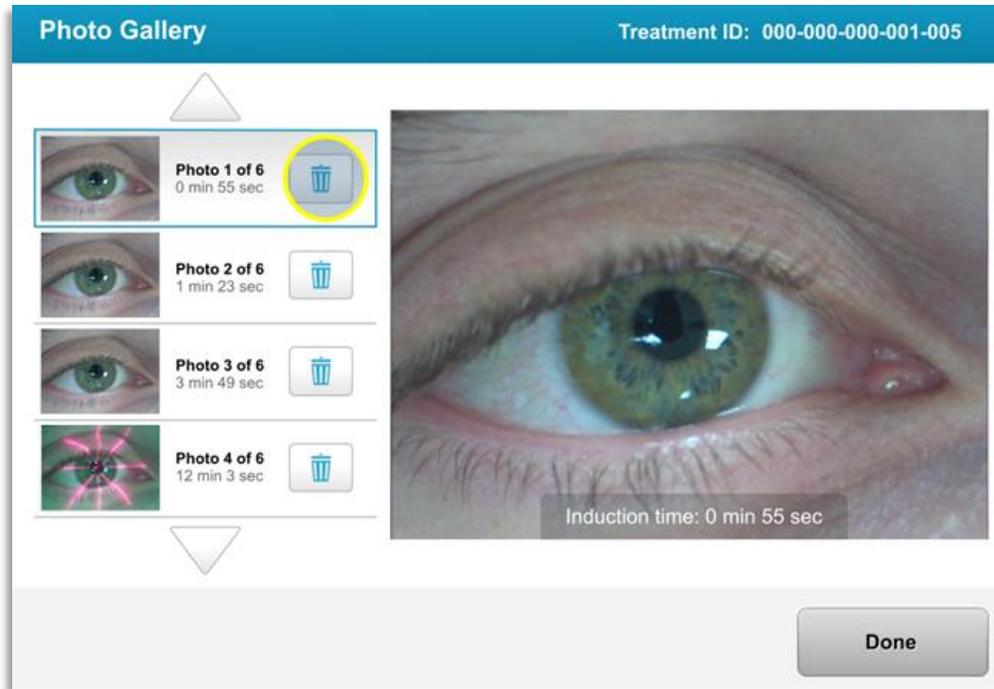

Figura 3-33. Selecionar Lixo para apagar
- Na Galeria de fotos, selecione o ícone do caixote de lixo junto à foto para a apagar como mostrado na figura 3-33.